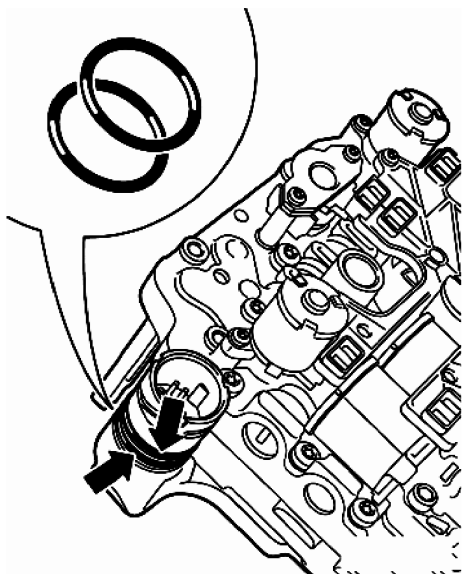

图 3-3-8 安装密封圈
5) 用双离合变速器油浸润两个 O 形圈，如图 3-3-8 所示。